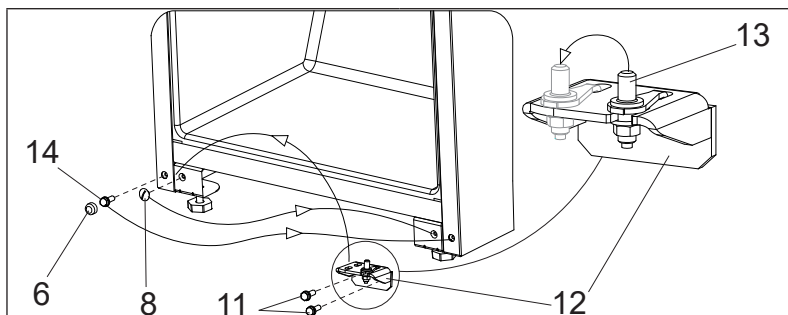

Рисунок 9
11. Торцовым ключом на 8 выкрутите болты 11, снимите нижний кронштейн 12. На нижнем кронштейне 12 переставьте ось 13, выкрутив на ней гайку торцовым ключом на 10 (см. рис. 9).
12. Отверткой снимите колпачок 6 и выкрутите декоративную заглушку 8, торцовым ключом на 10 выкрутите болт 14 (см. рис. 9). На противоположную сторону установите болт 14 с колпачком 6, декоративную заглушку 8 и нижний кронштейн 12 (см. рис. 9).